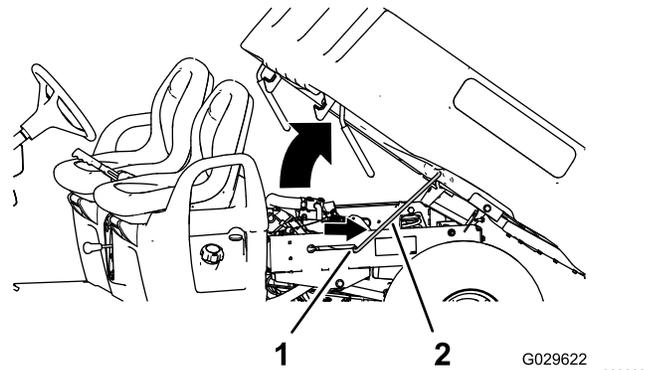

Figure 19
2. Engagez la béquille dans le cran de verrouillage pour bloquer le plateau en position (Figure 19).
2. Sortez la béquille du cran de verrouillage (Figure 19).
3. Baissez le plateau jusqu'à ce qu'il se verrouille fermement en place (Figure 19).